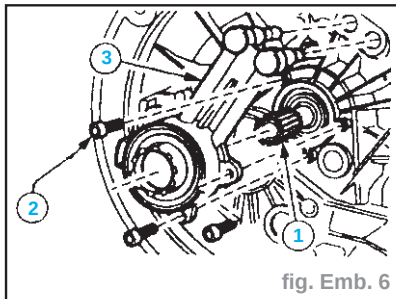

fig. Emb. 6
- Déposer les vis (fig. Emb. 6).